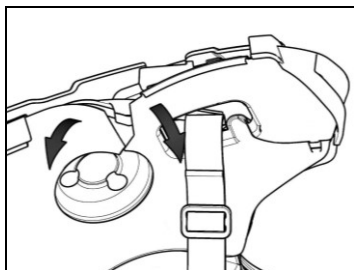

Fig. 11
- Sollevare il rivestimento plastico del guanciale (Fig. 11).